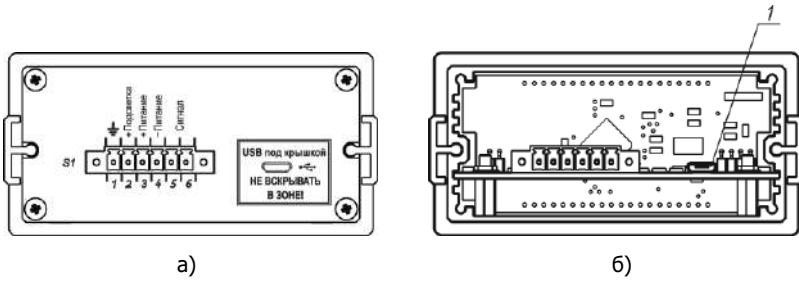

Рис. 5.4. Вид сзади Контроллера гр. Б (исполнение ИТ):
**7.9.** Для подключения Контроллера гр. Б к компьютеру необходимо снять заднюю панель (см. рис. 5.4б на с. 27). Для обмена данными рекомендуется использовать стандартный интерфейсный кабель USB—microUSB.